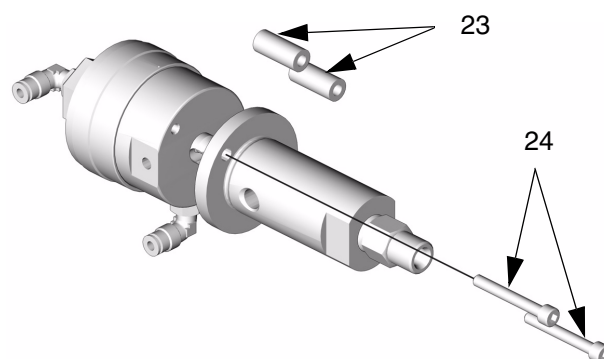

FIG. 2
4. Retire los tornillos (24) y los espaciadores (23). Vea FIG. 2.